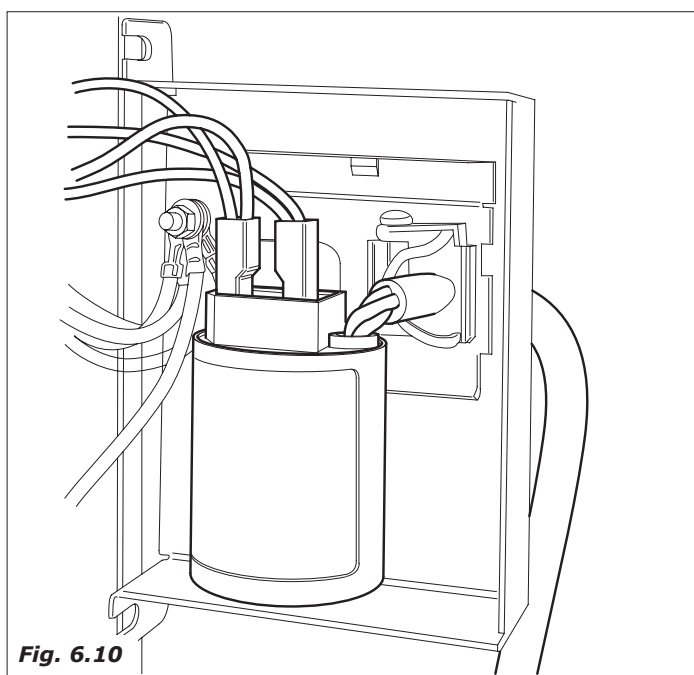

Fig. 6.10
Restano sotto tensione, la morsettiera del cavo di alimentazione (Fig.6.10-pos.1)